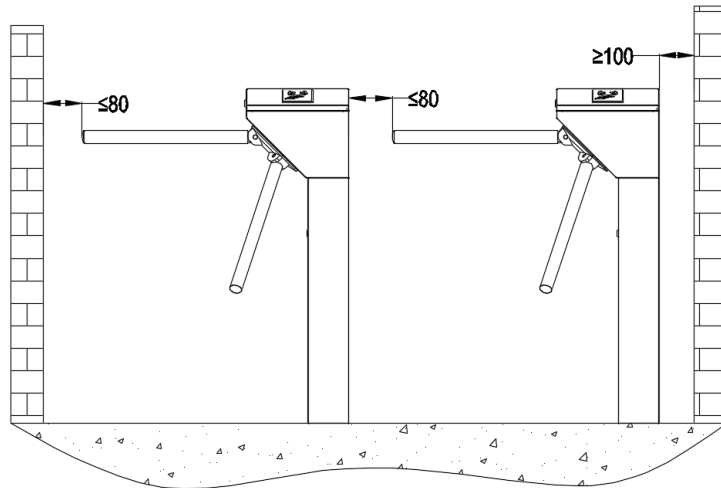

Рис. 3-1
Оборудование должно быть установлено на бетонном основании, обеспечивая надежную фиксацию распорных болтов. Вам предлагается установить вспомогательный каркас или ограждение, чтобы сформировать проход, как показано на Рис. 3-1.
2. Свободное пространство от кончика планки не должно превышать 80 мм (см. Рис. 3-1).